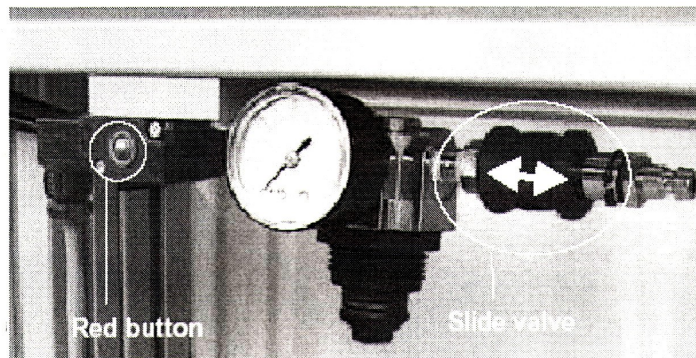

Рисунок 14. Регулятор давления со скользящим клапаном
- Задвиньте скользящий клапан (slide valve) направо, чтобы подать сжатый воздух на стакер и налево чтобы отключить (рис.14).
- Возможно проверить работу стакера вручную, нажав красную кнопку (red button) рядом с манометром (рис.14).